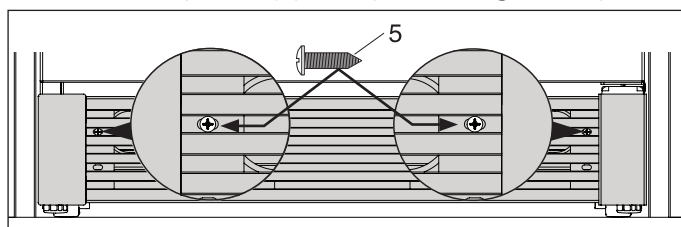

Figure 19
Fixez la plaque de bas de porte à l'armoire à l'aide de deux (2) vis. (Voir la Figure 19).